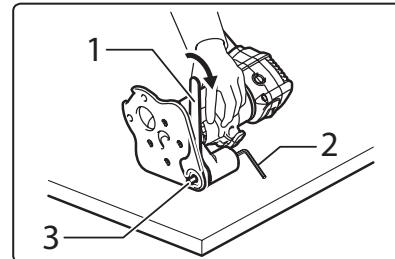

Abb. 26D
3. Setzen Sie den Schraubenschlüssel auf die Spannmutter (Abb. 26D, Position 3) und zum Festziehen der Spannmutter mit einem Schraubenschlüssel die Welle mit einem Inbusschlüssel arretieren (Abb. 26D, Position 2).